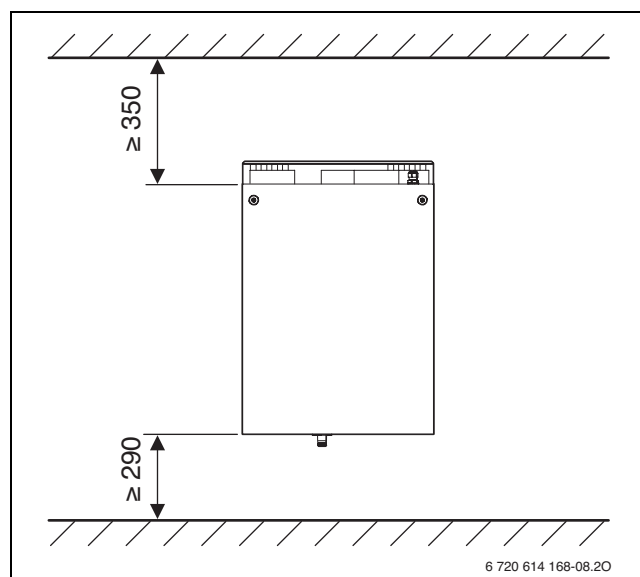
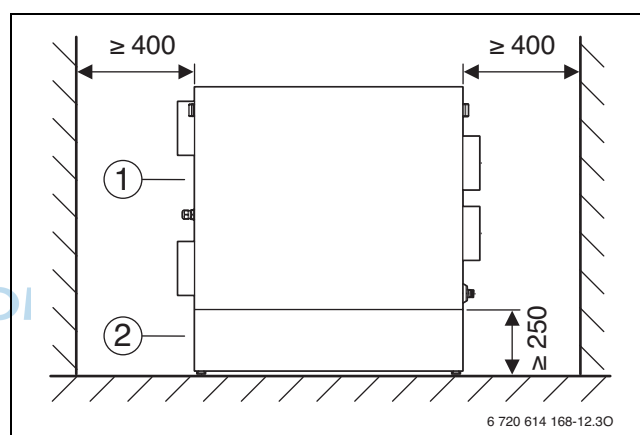

Bild 17 Mindestabstand bei der Gerätemontage LP 150
Bild 18 Mindestabstand bei der Gerätemontage LP 250/LP 350
- Mindestabstände zu Wänden, Decke und Boden beachten (→ Bild 17 bzw. Bild 18). Der Mindestabstand vor dem Gerät beträgt 500 mm.